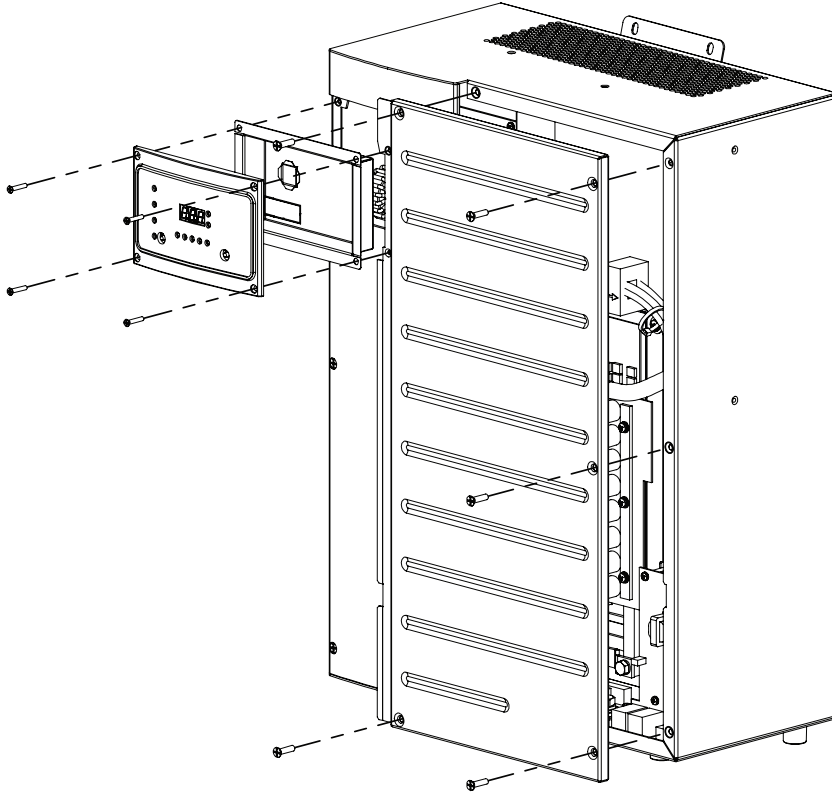

Figura 5-3 Remoção do painel direito
5. Para facilitar o acesso, remova o painel direito do Conext XW+, conforme mostrado na Figura 5-3.